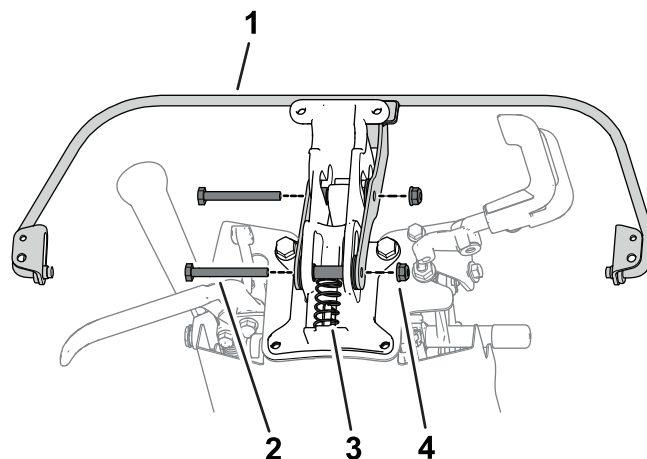

図 6
1. ベイルをハンドルマウントに固定しているボルトとナットを外す。スペーサ、ピン、スプリングを外す 図 6。